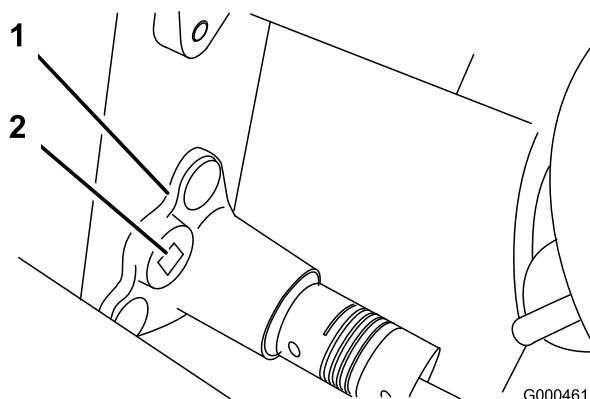

図 37
- B. 3/8インチのトルクレンチでベアリング・ハウジングを0.4~0.46 kg.mのトルクで回転させてベルトを張る(図37)。